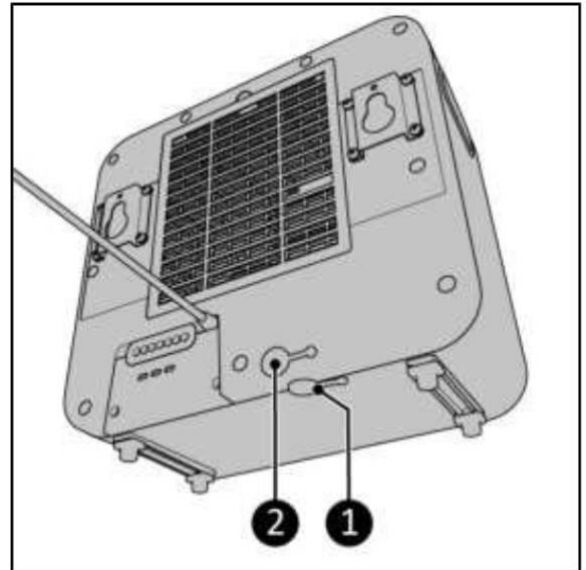

Figura 39.
1. Asigurați-vă că ambele garnituri de apă sunt la locul lor în rezervorul unității interioare (Figura 39, poz. 1 și 2).
4. Bușonul de oprire a apei de pe partea inferioară a unității interioare trebuie introdus (Figura 39, elementul 1).
4. Scurgeți apa din unitatea interioară (Figura 39, elementul 1).